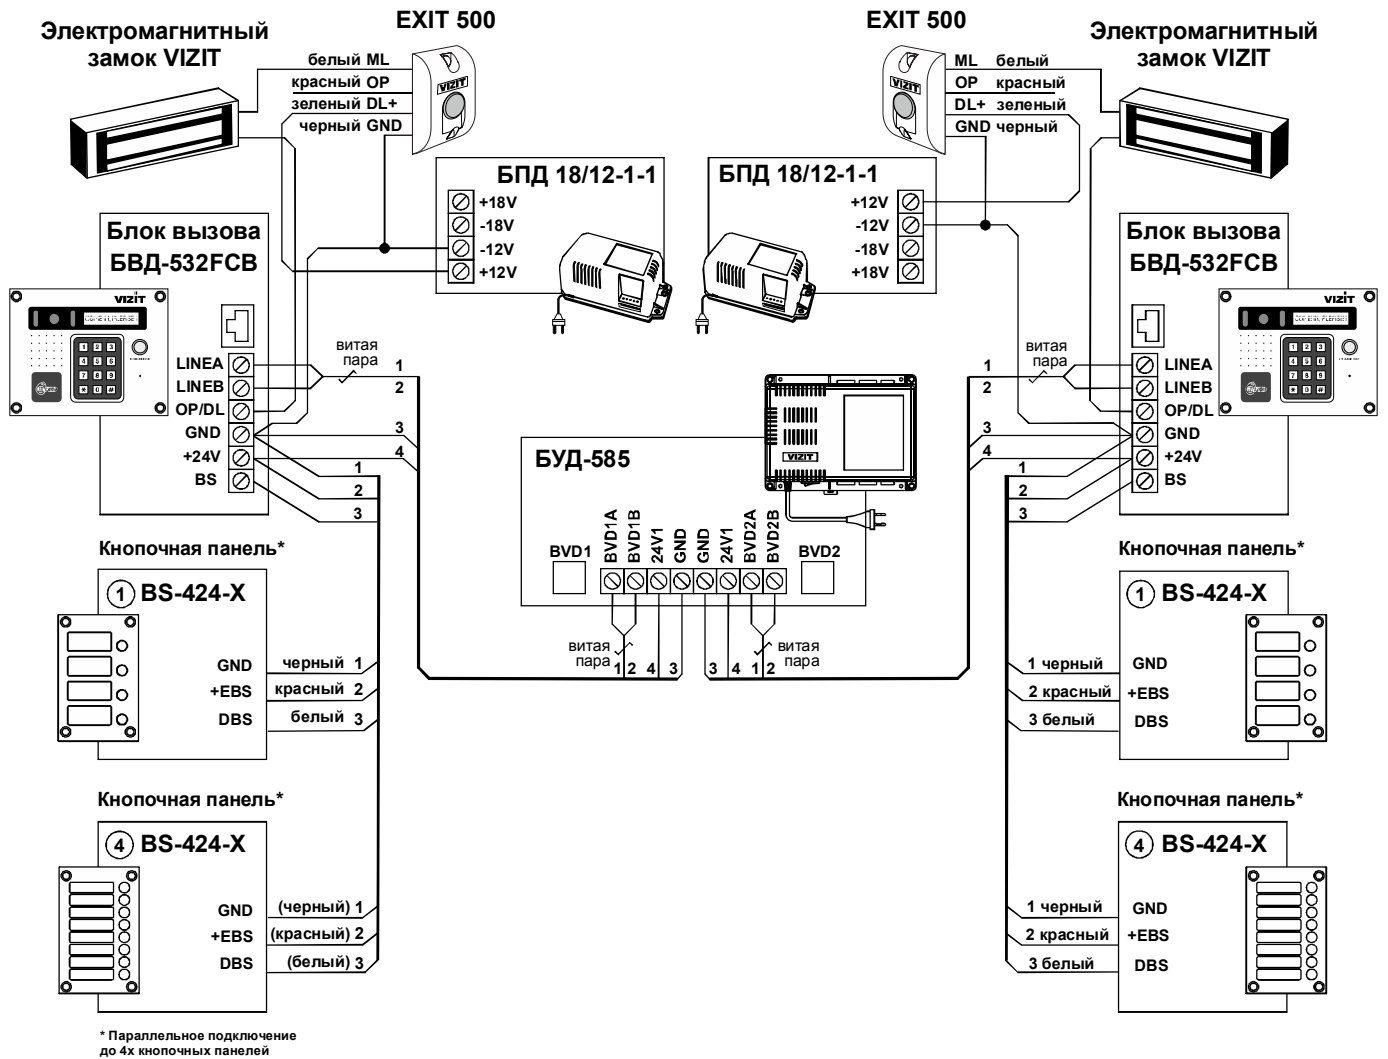

Рисунок 7 - Пример клеммного подключения блоков вызова БВД-532FCB к блоку управления БУД-585.
- 1) клеммное подключение, см. рисунок 7;